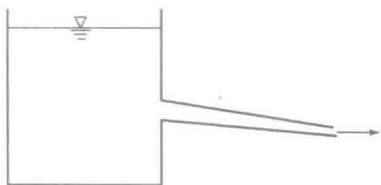

图 1-12
- 1-15 如图 1-12 所示水流通过渐缩管流出,若容器水位保持不变,则管内水流属于()。